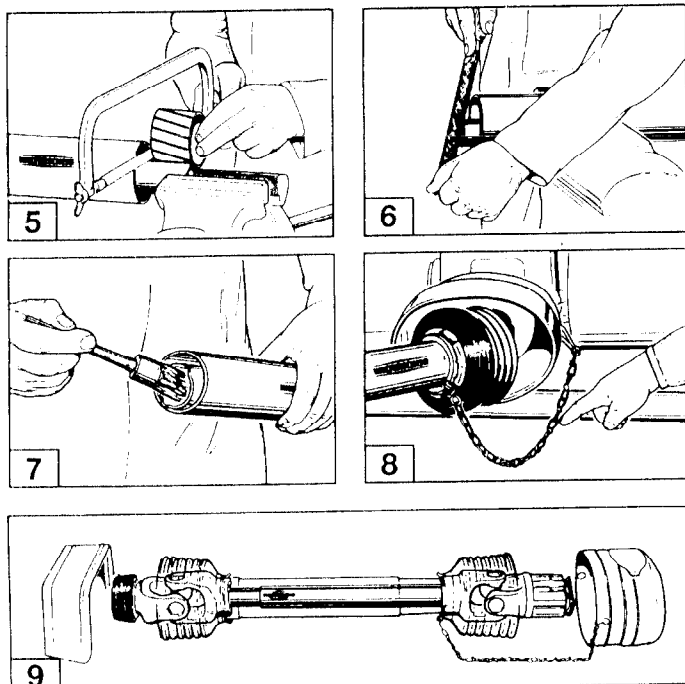

fig. 1
**Ved første-gangs installation af kraftoverføringsakslen skal denne tilpasses traktoren i henhold til Fig. 1. Eftersom denne tilpasning kun gælder for denne specifikke traktortype, skal tilpasningen kontrolleres eller gentages hvis traktortypen ændres.**